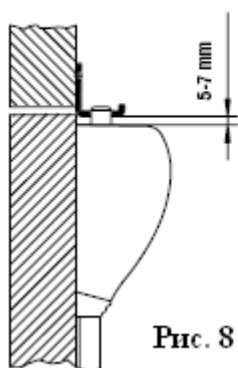

Рис. 8
- Установите так, чтобы были выдержаны расстояния, указанные на Рис. 8 и 9.